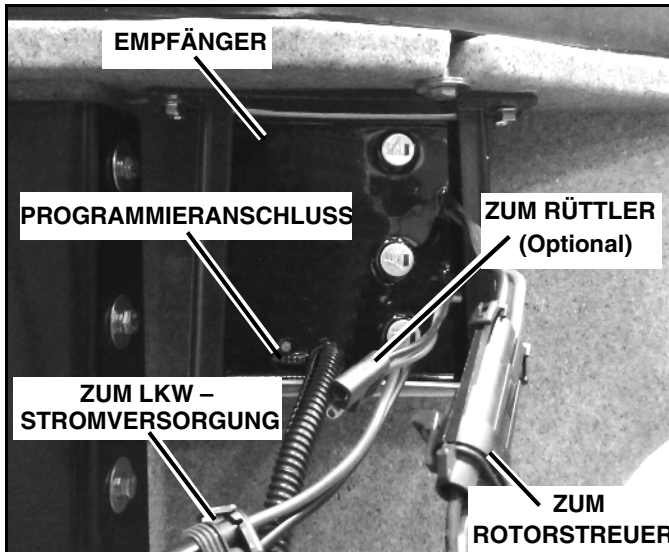

Abb. 1-8
3. Befestigen Sie den Empfänger durch das Einschrauben der zwei (2) selbstbohrenden Schrauben 5/16" durch die Löcher im Träger und im Trichter.
4. Schieben Sie den Empfänger in den Träger, wobei der 6-polige Programmieranschluss unten angeordnet sein muss. Befestigen Sie den Empfänger mit einer (1) Sechskantschraube 1/4" x 6" und einer (1) Sicherungsmutter 1/4" (Siehe Abb. 1-8).
5. Stecken Sie die Kabelbäume vom Rotorstreuermotor und vom Rüttler (optional) in die entsprechenden Stecker am Empfänger (Siehe Abb. 1-8).